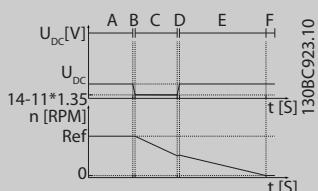

**Ilustración 3.55 [7] Energía regenerativa, desconexión con recuperación donde la red vuelve por encima de parámetro 14-15 Kin. Backup Trip Recovery Level.**
**Tabla 3.25 Leyenda de la Ilustración 3.55**